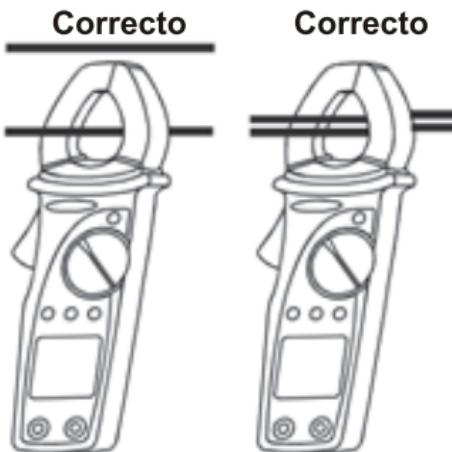

Fig. 5: Uso de la pinza durante mediciones de corriente alterna
### **Medición de la corriente alterna (CA) (consulte la fig. 5)**